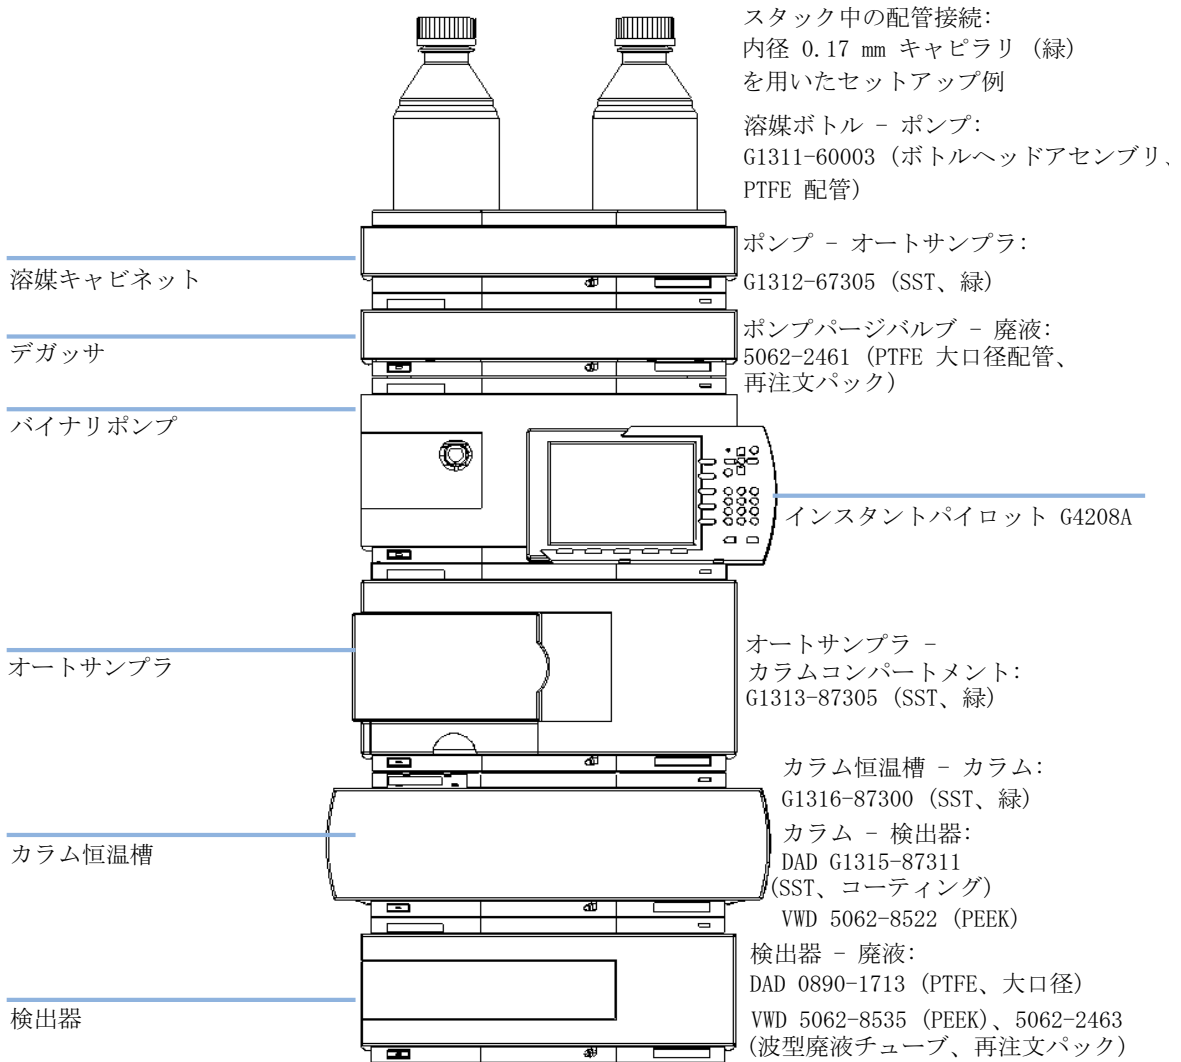

図 5 推奨システムスタック構成 (前面図)
- 1 29 ページ 図 5 に示したシステム構成で個々のモジュールを設置します。
- 1 29 ページ 図 5 に示したモジュールのスタックにデガッサを設置します。